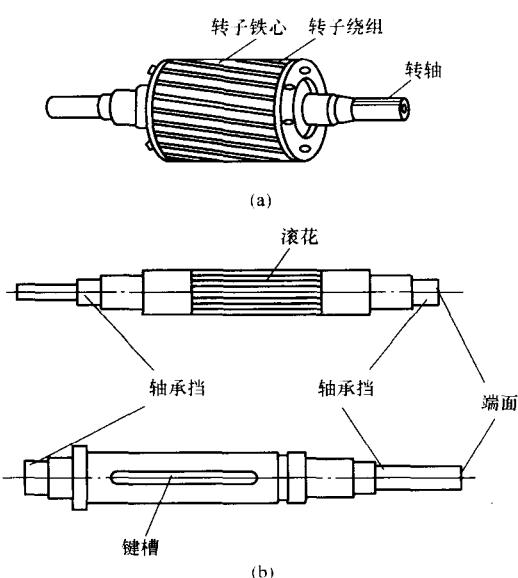

图1-10 转子与转轴结构图
电动机的转子由转轴、转子铁心和转子绕组组成，如图1-10(a)所示。
(1) 转轴。转轴是电动机输出机械能的重要部件，用中碳钢制成，可以承受很大的转矩，如图1-10(b)所示。转轴通过轴承固定在机座两端的端盖上。